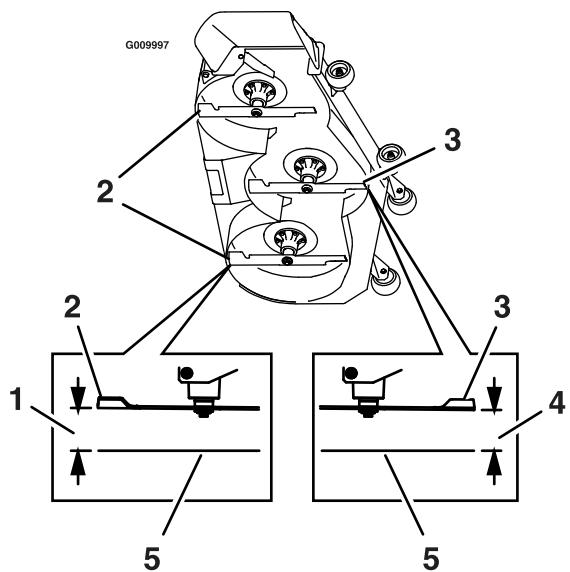

Bild 81
7. Messen Sie den Abstand zwischen dem Boden (ebene Fläche) bis zur vorderen Spitze des mittleren Messers (Bild 81).